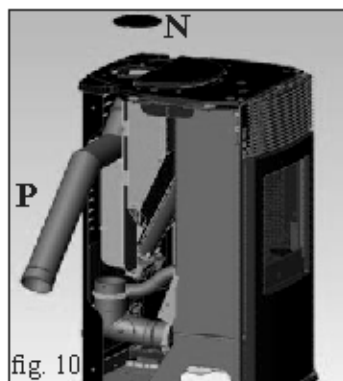

fig. 10
- Retirar el tapón de fundición (N - fig. 10) apoyado sobre la encimera y encajar, por el lateral de la estufa, el tubo de salida de los humos (P - fig. 10).